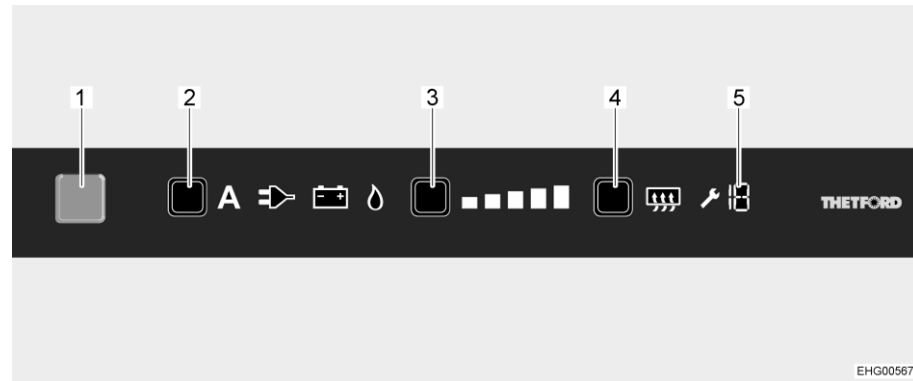

Bild 99 Bedienelemente
Nach dem Einschalten wählt der Kühlschrank automatisch die zuletzt gewählte Thermostateinstellung. Diese Einstellung kann manuell mit der Kühlstufentaste (Bild 99,3) nachgeregelt werden. Die Leuchtbalken der Kühlstufenanzeige zeigen die gewählte Thermostateinstellung an. Mit der Kühlstufentaste wird die Kühltemperatur für alle drei Energiearten eingestellt. Es dauert einige Stunden, bis der Kühlschrank die normale Betriebstemperatur erreicht hat. Beim Umschalten der Betriebsart wird die Thermostateinstellung beibehalten. Die Kühltemperatur wird unabhängig von der Energieart beibehalten.
- Taste Ein/Aus (Bild 99,1) 1 Sekunde lang drücken. Taste leuchtet blau auf. Nach ca. 10 Sekunden wird die Anzeige aus Energiespargründen gedimmt.
- Energiewahltaste (Bild 99,2) mehrmals drücken, bis die gewünschte Energiequelle angewählt ist.
- Kühlstufentaste (Bild 99,3) mehrmals drücken, bis die gewünschte Kühlstufe angewählt ist. Die aktuelle Kühlstufe wird durch Leuchtbalken angezeigt.
- Taste Ein/Aus (Bild 99,1) ca. 2 Sekunden lang drücken. Alle Lampen erlöschen. Der Kühlschrank ist abgeschaltet.